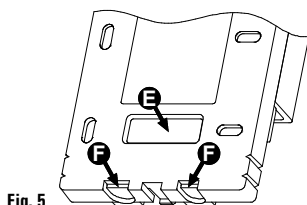

Fig. 5
**Kabelindføring på bagsiden:** Åbn hullet **E** Fig. 5, med en skruetrækker.
**Kabelindføring i bunden:** Åbn det ene eller begge huller **F** Fig. 5, ved hjælp af en skruetrækker.